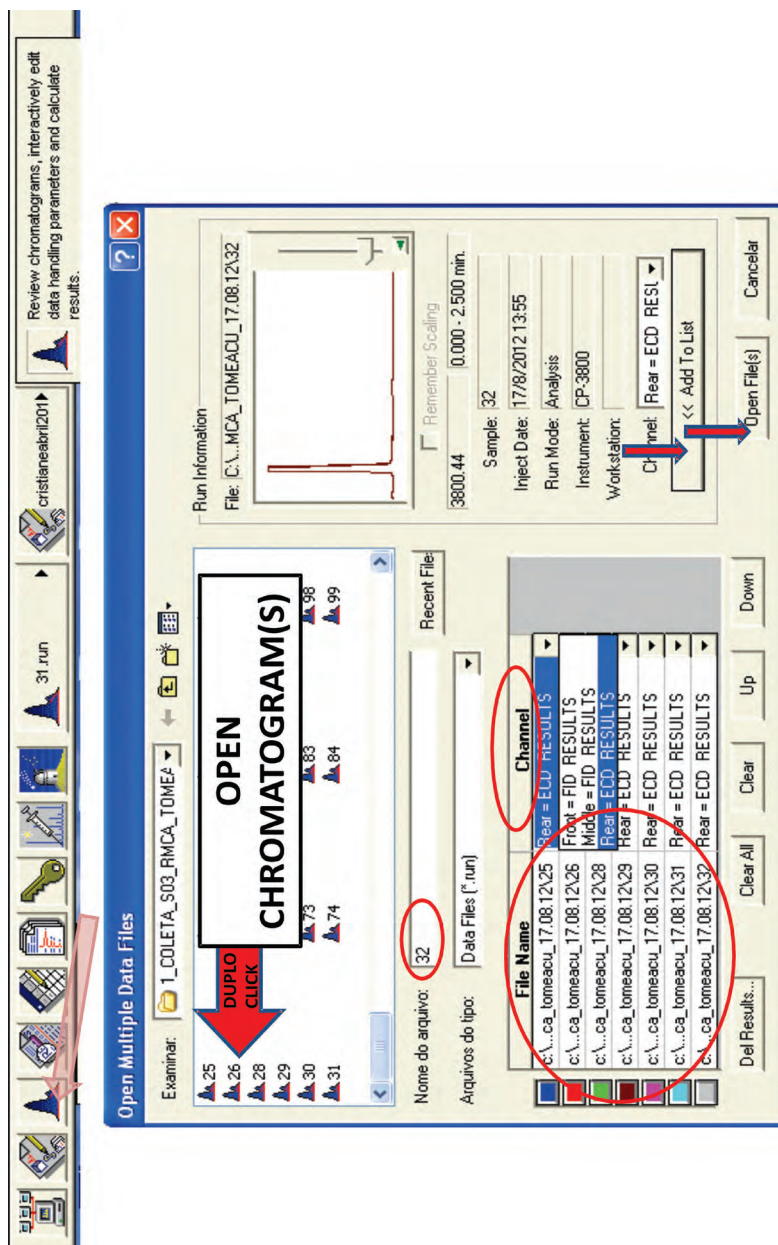

Figura 32. Procedimentos para seleção e abertura de cromatogramas para análise de resultados.
- **View/Edit Chromatograms** → abrir **Interactive Graphic**. Aparecerá a **view Open Mutiplus Data File** → **Star** → **Data**; abrir a pasta de amostras analisadas, selecionar os cromatogramas (sete no máximo) com um duplo clique no nome da amostra ou clique no nome do arquivo → **Add To List Open File(s)** → clicar em **Channel** e escolher o identificador de análise de resultados (**Front = FID; Middle = FID; Rear = ECD**) → **Open File(s)** (Figura 32). Em seguida, abrir o método.